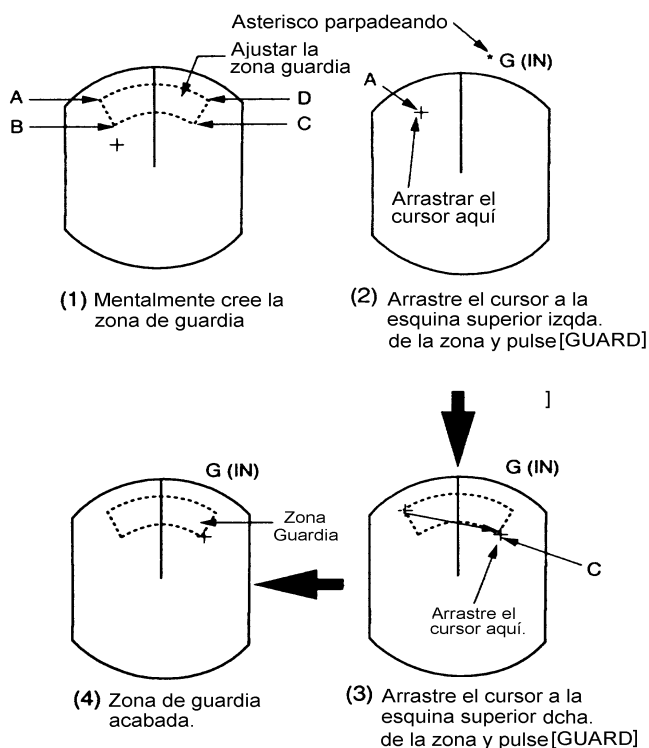

Figura 3-8 Como establecer la zona de guardia
2. Con el mando del cursor, situar éste en el punto A o B. Pulsar la tecla [GUARD]. En la parte superior derecha de la pantalla aparece \*G (IN) o \*G (OUT) con el asterisco intermitente. (El asterisco indica que la zona está parcialmente definida). Ver la Figura 3-8 (2).
3. Con el mando del cursor, situar éste en el punto C o D. Ver la Figura 3-8 (3).
4. Pulsar la tecla [GUARD]. El asterisco desaparece. Ver la Figura 3-8 (4).